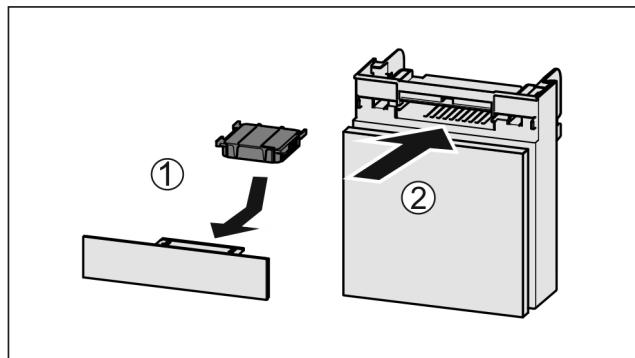

Fig. 98
- Aktivkohlefilter nach Abbildung einsetzen *Fig. 98 (1)*.
- Fach einschieben *Fig. 98 (2)*.